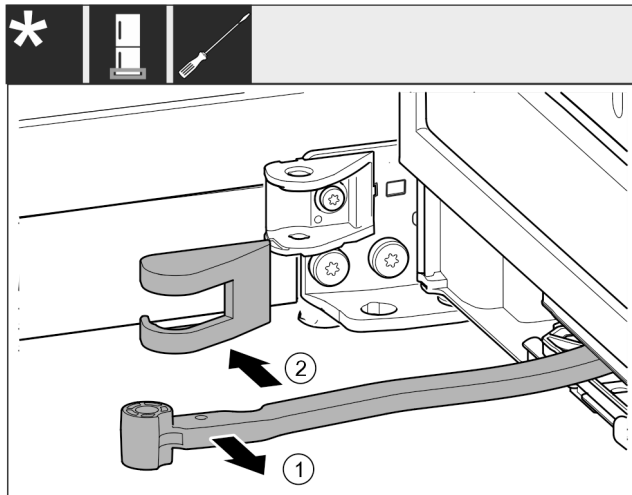

Fig. 16
- Forgassa az ajtó irányába a csuklót Fig. 16 (1).
- Távolítsa el a csapágybak fedelét Fig. 16 (2).